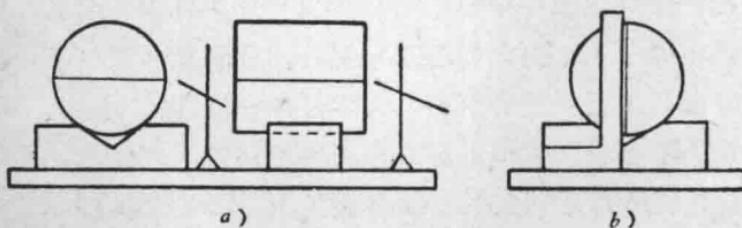

图9 划线的步骤和方法。
2. 把工件轉过  $90^\circ$ ，用角尺对齐垂直線（图 9 b）再划一条水平線，并跟垂線相交。